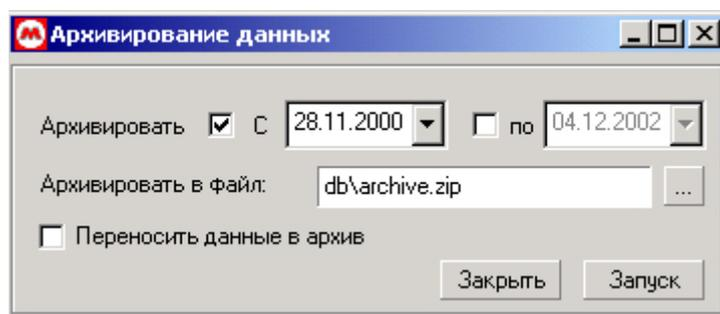

Рис. 4.16. Внешний вид диалога архивирования данных.
Команда «Архивирование данных» («горячая» клавиша «Ctrl+A») формирует архив в формате «ZIP» с данными журнала событий, историей изменения параметров станций, файлом настроек «MACTEP.INI» и файлами расположения станций «MAP». Внешний вид диалога архивирования данных показан на рис. 4.16.
1. При необходимости указывается интервал выгрузки данных (см. рис. 4.16 – «Архивировать с ... по ...»)